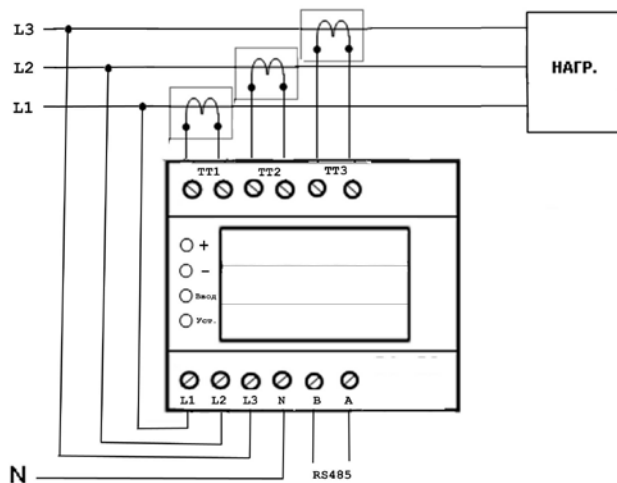
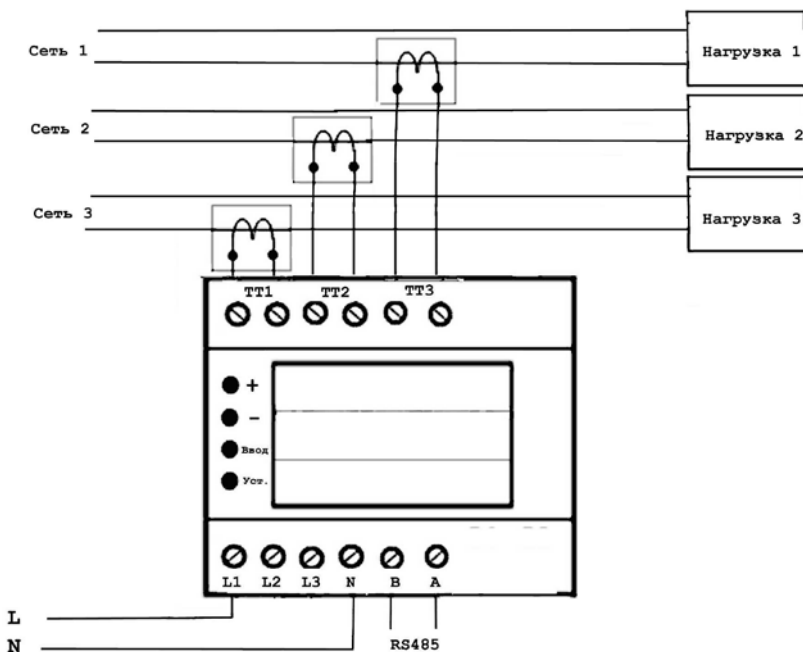

Рис.1. Типовая схема подключения амперметра «А-05-03И» при трехфазном питании.
Рис.2. Типовая схема подключения амперметра «А-05-03И» при однофазном питании
Амперметр цифровой «А-05-03И» предназначен для измерения среднеквадратичного значения величины переменного тока частотой 50 Гц по трем независимым каналам (варианты подключения Рис.1 и Рис.2). Амперметр рассчитан на работу с различными трансформаторами тока с током вторичной обмотки 5 А.
4.3. Произвести подключение входной контролируемой сети, цепей питания согласно маркировке (Рис.1.): N, L1, L2, L3 – питание (возможно питание от одной фазы, Рис.2); ТТ1, ТТ2, ТТ3 – вторичные обмотки трансформаторов тока. Сечение подключаемых проводов должно быть 1,0... 1,5 мм2